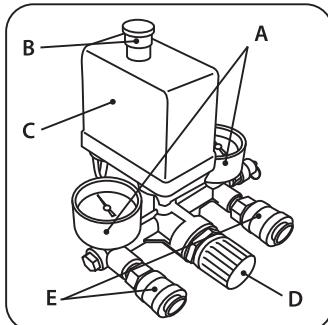

рис. 11
По истечении времени обкатки закройте клапан слива конденсата и проверьте, чтобы компрессор нагнетал воздух в ресивер и останавливался автоматически по достижении максимального рабочего давления, указанного на индикаторе манометра (A) (рис. 11).
Компрессор работает полностью автоматически при помощи реле давления (C) (рис. 11), останавливающего двигатель по достижении максимального давления и запускающего компрессор при падении давления до минимального установленного уровня (на 2 бара меньше максимального рабочего давления).
Регулировка и контроль выходного давления сжатого воздуха возможны с помощью выходного редуктора и манометра расхода выходного воздуха. Для выполнения этой операции нужно повернуть вентиль редуктора (D) (рис. 11) по часовой стрелке для увеличения давления, против часовой стрелки — для уменьшения давления. По окончании работы рекомендуется перевести значение выходного давления на нуль по манометру (A) (рис. 11). Данная операция необходима, чтобы предотвратить увеличение погрешности манометра и быстрый износ редуктора.
Подключение пневматического инструмента к компрессору осуществляется с помощью выходного быстросъемного штуцера (E) (рис. 11).